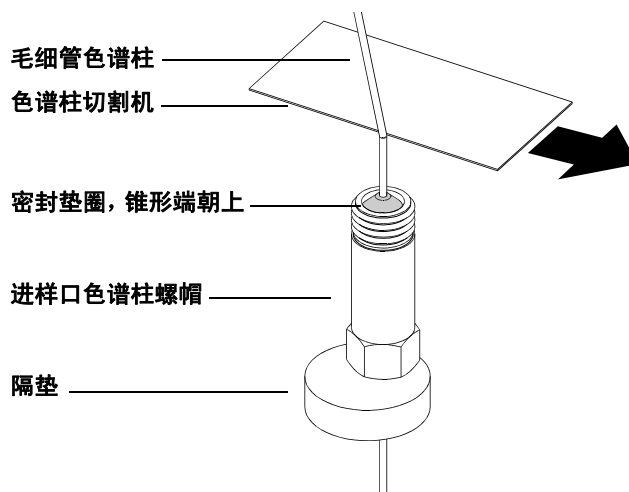

图 2 准备安装毛细管色谱柱
- 1 将隔垫、色谱柱螺帽和可调节的密封垫圈滑入色谱柱的自由端（见图 2）。垫圈的锥形端必须朝向远离色谱柱螺帽的一端。